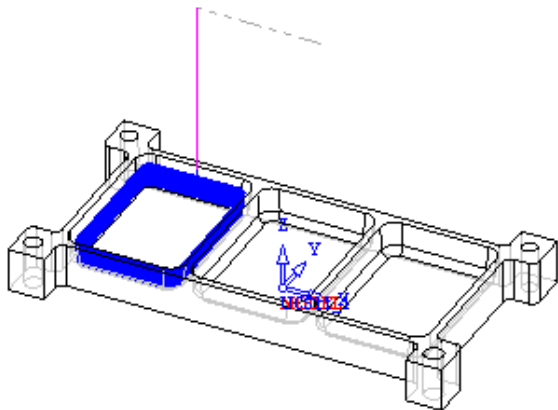

图 5-106 生成的刀具路径 (5)
5) 计算刀具路径。完成参数设置后,单击“NC Process Manager”对话框中的保存并计算按钮,运算当前加工程序;此时图形区显示的刀具路径如图 5-106 所示。